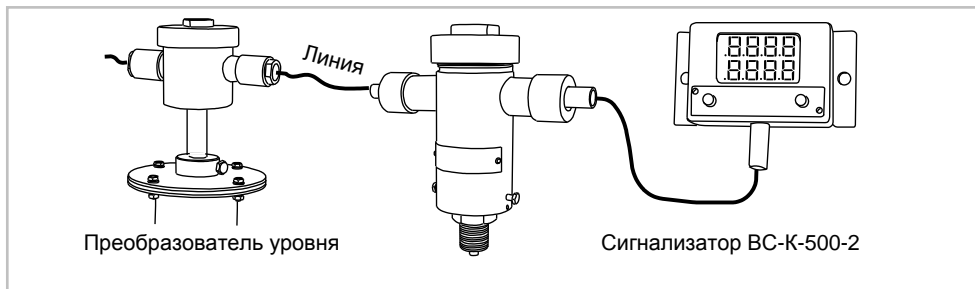

Рис. 6
6.3.3 В общей линии с преобразователями давления могут функционировать преобразователи других типов (рис. 6). Это позволяет объединять различные системы контроля в одну. Например, контроль давления может совмещаться контролем переполнения и герметичности резервуаров, контролем «сухого» хода насосов, загазованности, обеспечивая единый мониторинг и выход на общие исполнительные механизмы (насосы, электромагнитные клапаны, сирену). Система контроля технологической безопасности может объединяться с системой коммерческого учета.